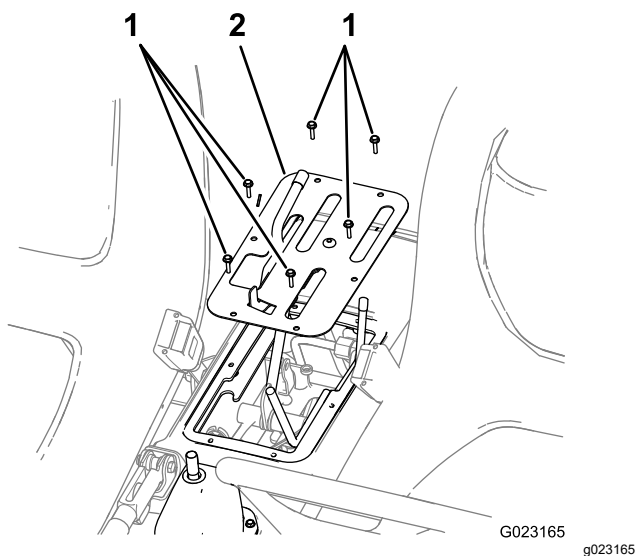

Bild 3
3. Entfernen Sie die sechs Schrauben, mit denen die Außenkante der Abdeckplatte des mittleren Armaturenbretts am Chassis befestigt ist, und nehmen Sie die Abdeckplatte ab (Bild 3).